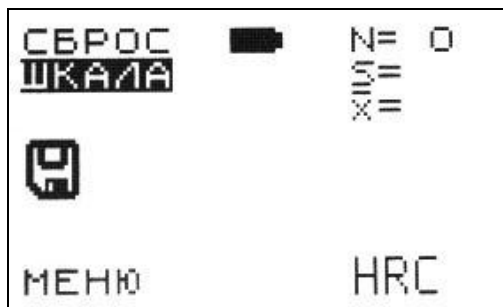

Рис. 12
7.5 Перед началом новой серии измерений необходимо сделать "сброс". Для этого клавишами "Стрелка вверх" и "Стрелка вниз" (Рис. 12) в основном режиме установить курсор на надпись "СБРОС" в левом верхнем углу экрана и нажать клавишу "Ввод". При этом серия будет прервана, обнулится счетчик измерений $N=0$, а также очистятся поля результатов измерений и разброса измерений S .